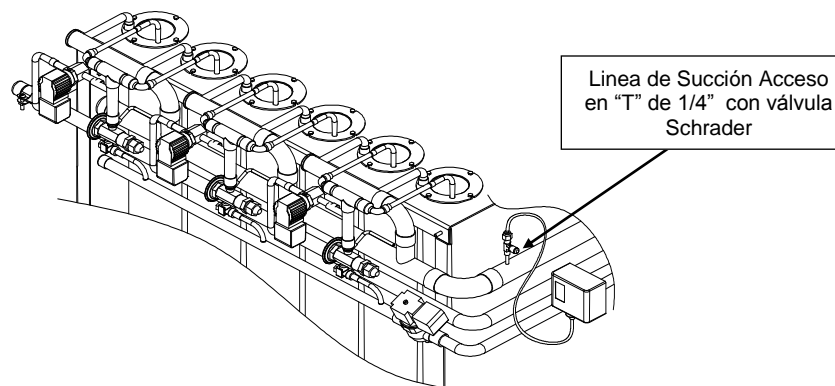

FIGURA 4-6
- Si toma más de 10 segundos para que el vidrio se aclare, la unidad no tiene suficiente carga. Añada refrigerante al sistema en el puerto de succión del compresor o en la puerto de acceso de 1/4" en la línea de succión. (Véase la Figura 4-6)